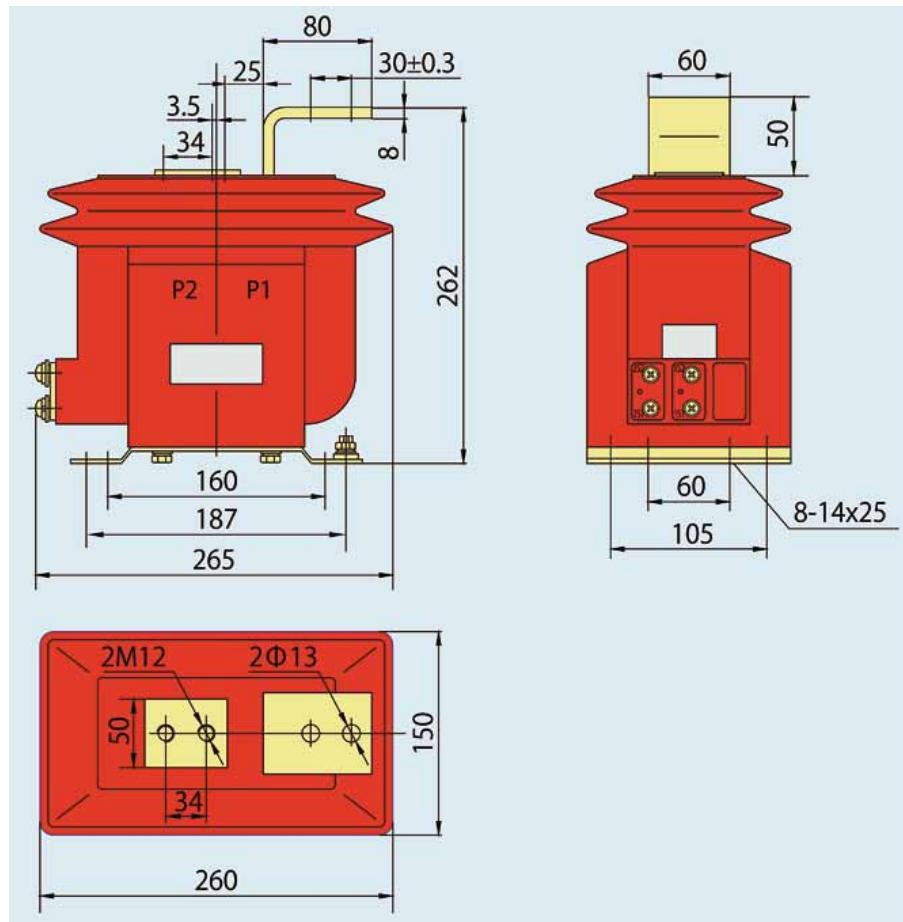

Рис. 6.1 Внешний вид и размеры трансформатора тока LZX8-10
6. Внешний вид и размеры (см. рис. 6.1)